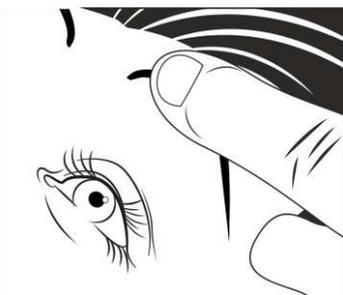

Рисунок 13
- Расправьте верхнее веко пальцем свободной руки, чтобы край верхнего века совпадал с лимбом (рис. 13). Удерживайте веко в таком положении. Не допускается смещение века на роговицу в момент измерения! Не давите на глазное яблоко.